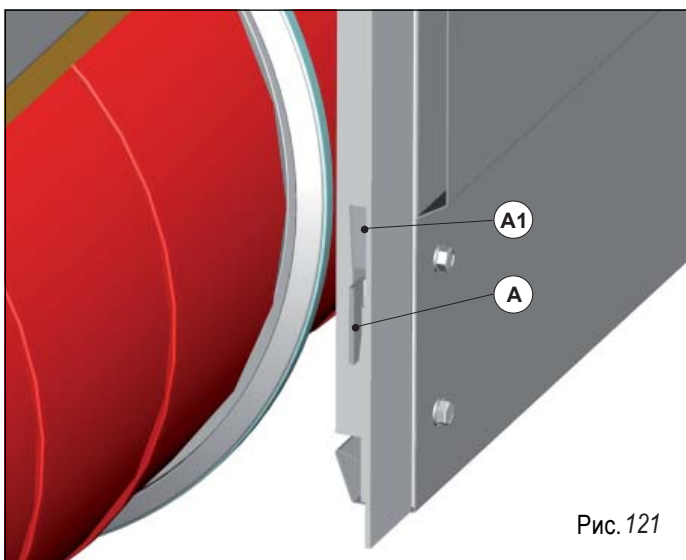
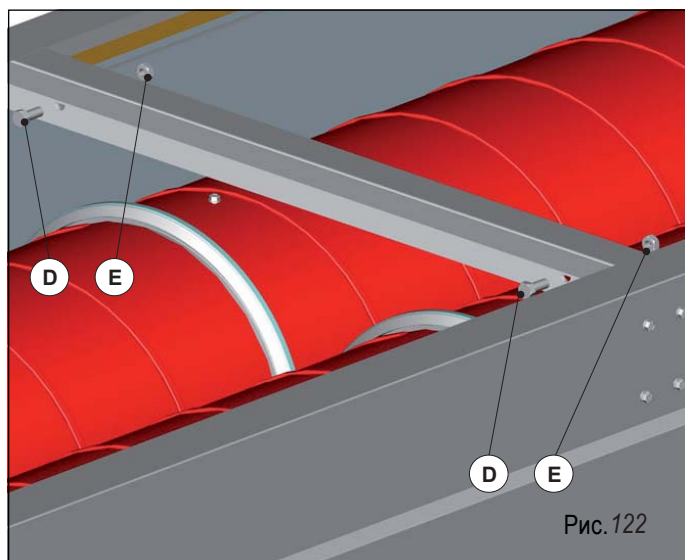

Рис. 121
Рис. 122
На рис. 121 показан фрагмент соединения **выступа и щели** между двумя участками теплоизлучающей ленты. Для лучшего показа убран боковой фартук первого участка ленты. На рис. 122 показано соединение двух участков теплоизлучающей ленты с помощью винта (D) и гайки (E) между двумя каркасами. Для лучшего показа убрана верхняя теплоизоляция двух участков теплоизлучающей ленты.